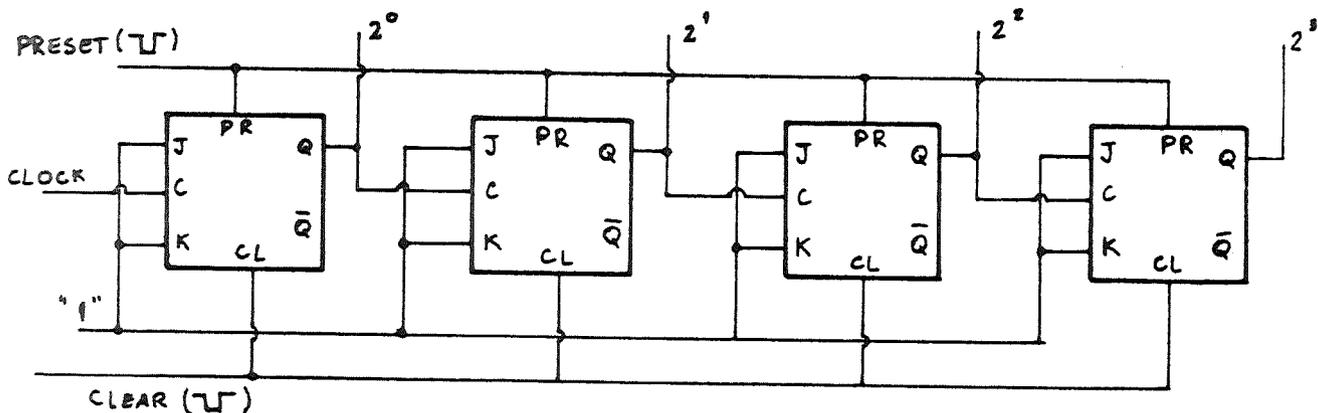

Figura 9.1
- 2.1. Implementar o contador assíncrono para cima "UP-COUNTER" como o da figura 9.1.